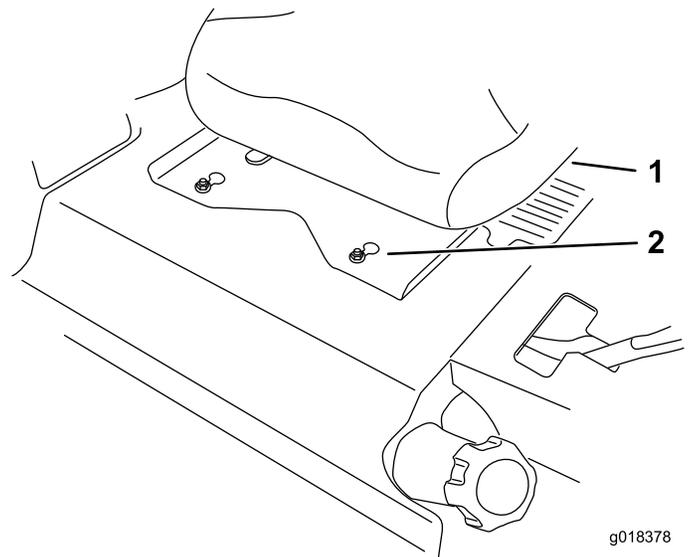

Figura 1
2. Afloje las tuercas delanteras (Figura 1).
5. Deslice el asiento y la chapa del asiento hacia adelante para que las tuercas delanteras puedan pasar por los orificios (Figura 1).
9. Deslice el asiento y la chapa del asiento hacia atrás para bloquear las tuercas delanteras en los orificios y las tuercas traseras en las ranuras (Figura 1).